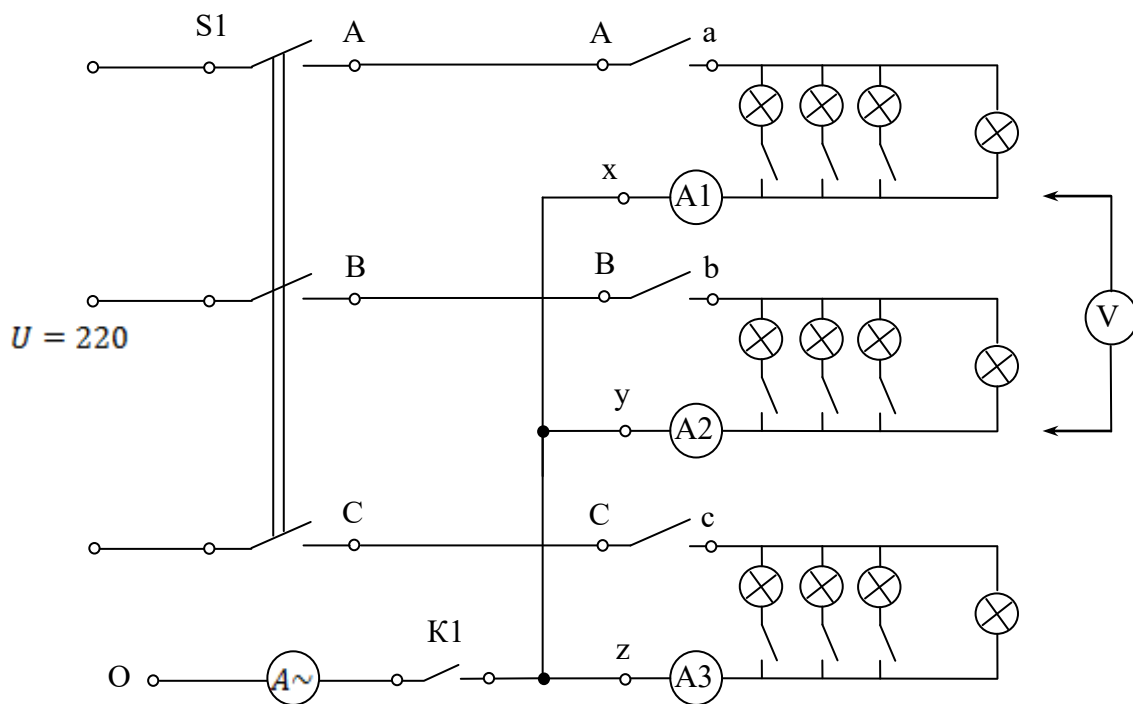

Рис.1. Схема для исследования трехфазной электрической цепи при соединении приёмников звездой
2. По схеме (рис. 1) соединить однофазные приёмники звездой, присоединив её нейтральную точку через амперметр  $A_{\sim}$  и однополюсный выключатель  $K_1$  к зажимам нейтрального провода рабочего щитка. Представить собранную цепь для проверки преподавателю.